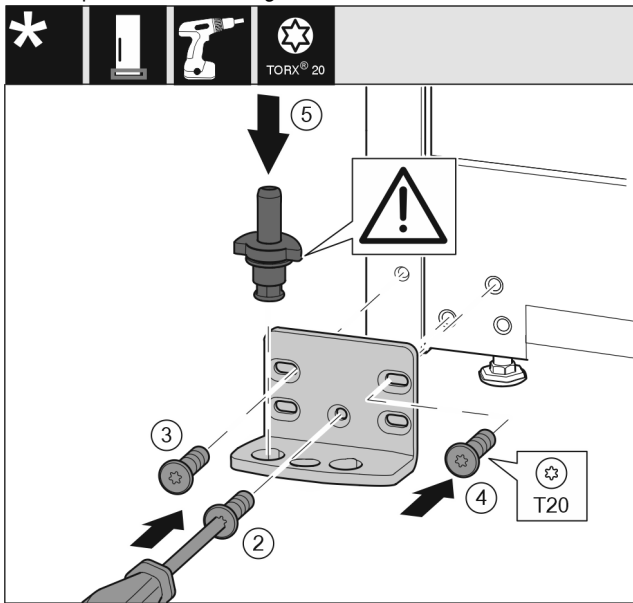

Fig. 18
- Monter lagerbukken på den andre siden, og skru den på med en skrutrekker T20. Begynn med skrue 2 nederst i midten. *Fig. 18 (2)*
- Skru fast skrue 3 og 4. *Fig. 18 (3,4)*
- Sett lagerbolten fullstendig på. Pass samtidig på at låsebolten peker bakover. *Fig. 18 (5)*